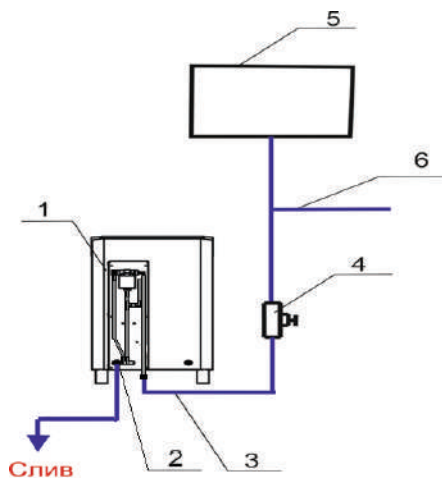

Рис. 7
2.1.2.5 Приподняв вверх снять заднюю крышку. Подключить ЭНУ (поз. 1, рис. 7). с помощью гибкого шланга (поз. 3, рис. 7). к водопроводной сети (поз. 6, рис. 7) или накопительному баку (поз. 5, рис. 7), расположенному в смежном помещении. Рекомендуется устанавливать накопитель-
ный бак на высоте не менее 1 м от верха ЭНУ. При использовании накопительного бака (поз. 5, рис. 7) для водоснабжения парогенератора, необходимо выполнить следующие действия:
Перед ЭНУ следует установить запорный кран (поз. 4, рис. 7). Для слива воды в канализацию подключить к крану слива (поз. 2, рис. 7) гибкую подводку необходимой длины. Для предотвращения образования известковых отложений, значение жесткости воды должно находиться в диапазоне от 0,5° до 5°F. Рекомендуется использование специальной установки – деминерализатора (с обратным осмосом).
2.2.2.1 Закрывать сливной кран (поз. 2, рис. 7) и открыть заливной кран (поз. 4, рис. 7). При включении электропечи в помещении с отрицательной температурой заливной кран открывать через 15 минут после включения режима парогенерации.
2.2.2.5 После окончания работы, в целях предотвращения образования осадка в баке парогенератора, рекомендуется сливать воду из системы. Для этого закрыть заливной кран (поз. 4, рис. 7) и открыть сливной кран (поз. 2, рис. 7). Дождаться полного слива воды из системы. Оставить краны в таком положении до следующего включения изделия. При возникновении возможности замерзания воды в баке парогенератора, сливать воду обязательно!